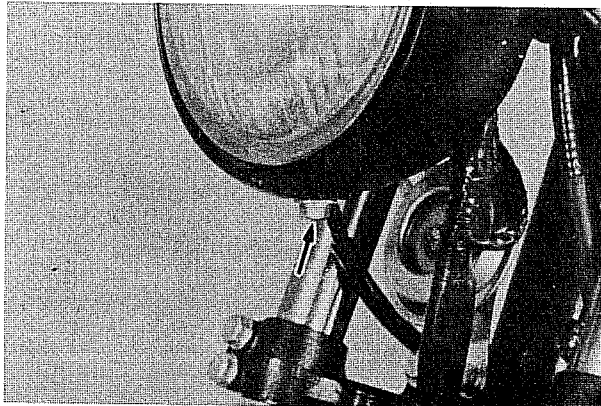

Bild 140
- Die Befestigungsschraube des Scheinwerferkranzes lösen (Bild 140).